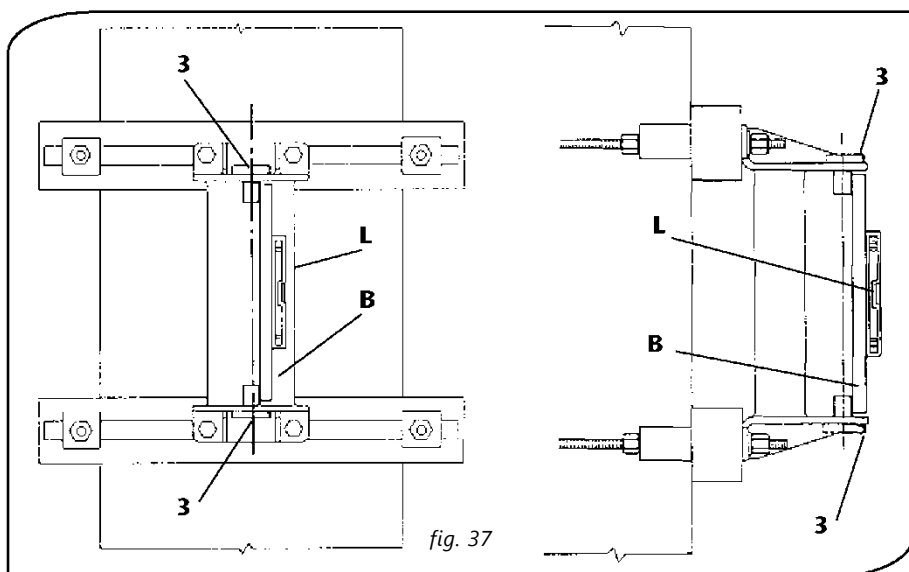

fig. 37
- c. Kontrollera att rotationsaxeln är vertikal med hjälp av ett vattenpass **L** och en stång **B** som vilar direkt mot svängtapparna **3** (fig. 37).